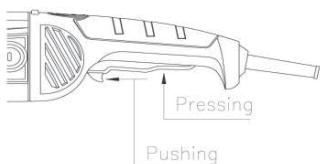

Figura 7
2) Avviare l'elettroutensile spingendo in avanti l'interruttore, quindi premendo leggermente il l'attivatore dell'interruttore verso il basso (figura 7)